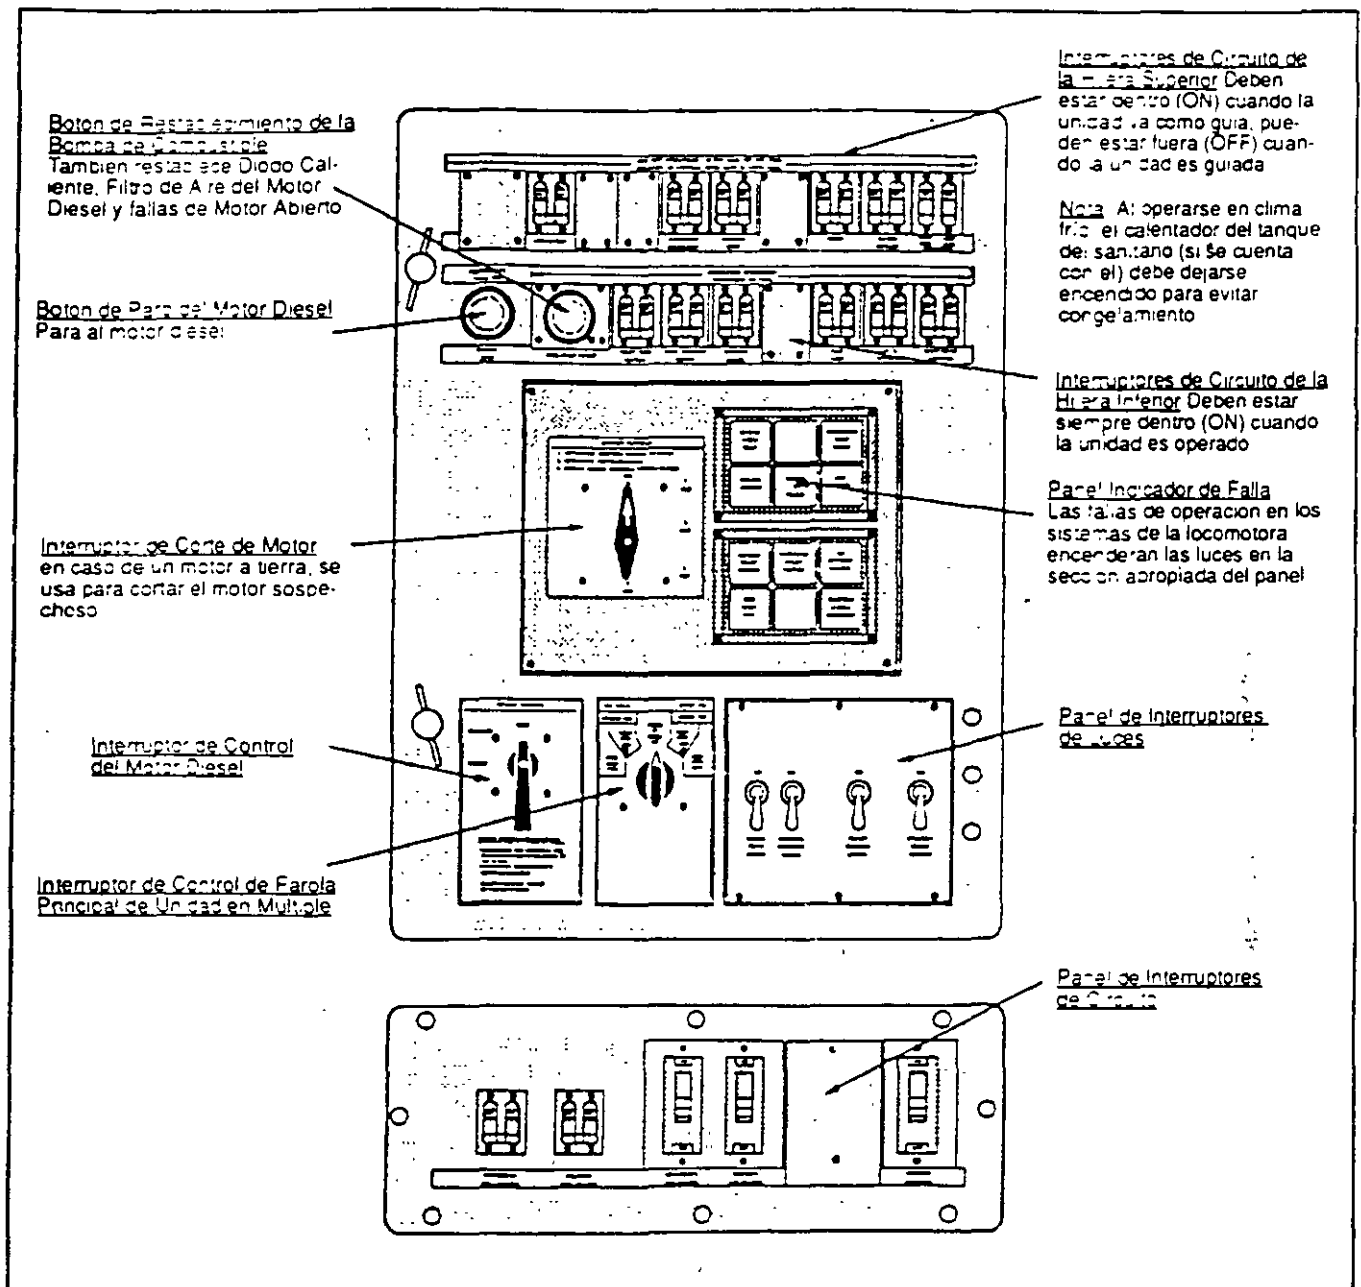

FIG. 4. PANEL DE CONTROL DEL MOTOR. E-39080-S
El Panel de Control del Motor Diesel (EC; Fig. 4), está ubicado en la pared posterior de la cabina del operador. Montados en el panel de control del motor diesel (EC) se encuentran varios interruptores e interruptores de circuito.
Cada tira calentadora en la pared es operada por un interruptor de circuito. Los interruptores de circuito están localizados en el Panel de Control del Motor Diesel (Fig. 4).